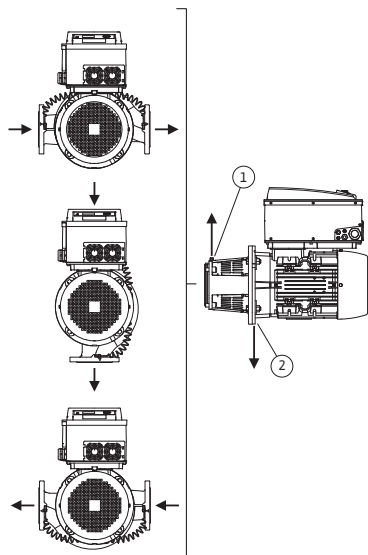
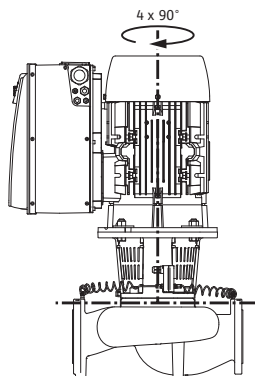

Fig. 18: Tillåtna monteringslägen med horisontell motoraxel
Fig. 19: Tillåtna monteringslägen med vertikal motoraxel
De tillåtna monteringslägena med horisontell motoraxel och elektronikmodul uppåt (0°) visas i fig. 18. De tillåtna monteringslägena med sidmonterad elektronikmodul ($\pm 90^\circ$) syns ej på bild. Alla monteringslägen utom "elektronikmodul nedåt" (-180°) är tillåtna. Avluftning av pumpen garanteras endast om avluftningsventilen pekar uppåt (fig. 18, pos. 1).
Endast i denna position (0°) kan det kondensat som bildas föras bort via tillgängligt hål, pumplanterna och motorn (fig. 18, pos. 2).
De tillåtna monteringslägena med vertikal motoraxel visas i fig. 19. Alla monteringspositioner utom "motorn nedåt" är tillåtna.
- Avluftningsventilen på lanternan (fig. 6, pos. 1.31) måste alltid vara riktad uppåt vid en horisontell motoraxel (fig. 6). Vid en vertikal motoraxel är alla riktningar tillåtna. Se även Fig. 18: "Tillåtna monteringslägen med horisontell motoraxel" på sidan 17 resp. Fig. 19: "Tillåtna monteringslägen med vertikal motoraxel" på sidan 17.
- På horisontella motoraxlar måste kondenshålen peka nedåt (fig. 18, pos. 2). Vrid vid behov motorn tills detta uppnås.